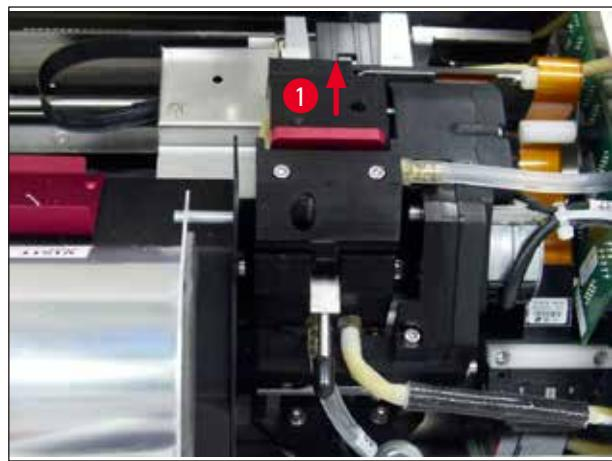

図 52
2. 印字ヘッド(→ "図 52-1")が上方に、シールリップから約 1 cm 離れた位置まで移動します(→ "図 52")。